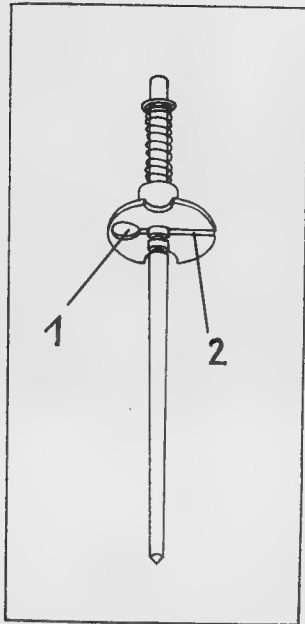

Bild 127. Teillastnadelverstellung
Dazu ist der Kolbenschieber aus dem Vergasergehäuse zu ziehen, kann aber mit dem Gasseilzug, einschl. der Schiebergehäusekappe, und der Druckfeder verbunden bleiben. Danach ist die Teillastnadel entgegen der Federspannung nach unten zu ziehen. Dadurch hebt der Nadelhalter vom Kolbenschieber ab und kann von der Teillastnadel abgezogen werden. Dafür ist im Nadelhalter eine Bohrung angebracht – Bild 127 (1). Der im Nadelhalter befindliche Schlitz (2) darf nicht zum Abziehen des Nadelhalters verwendet werden, da sonst die von diesem Schlitz ausgehende Federwirkung nachläßt. Nach erfolgtem Umhängen kann die Teillastnadel los-